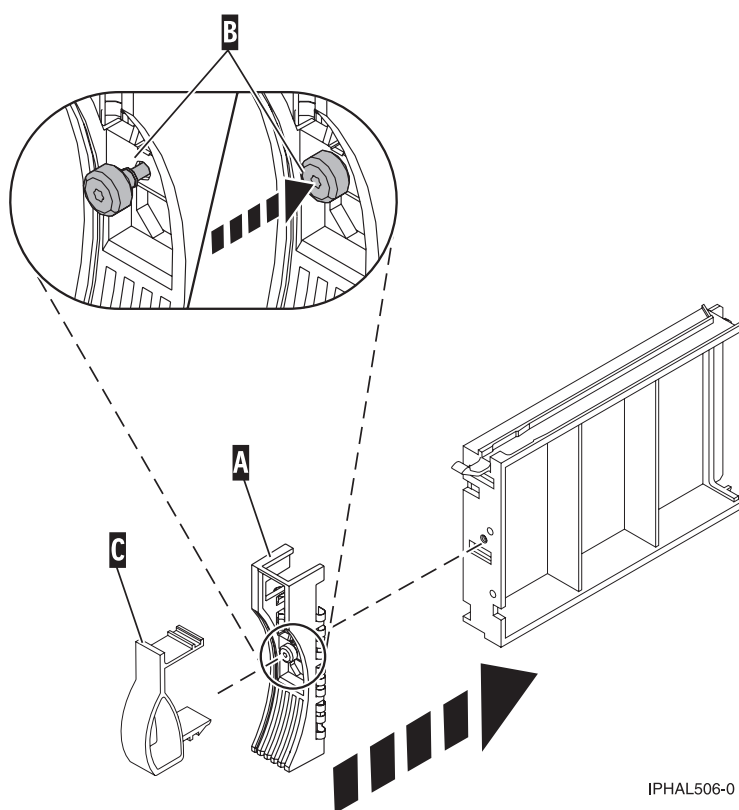

Figura 59. Fixació d'una tapa bisellada en un panell de reblliment d'unitat de disc
2. Feu pressió i colleu el cargol (B) per fixar la tapa bisellada a la unitat de disc o el panell de reblliment.
3. Instal·leu el pestell (C) de la tapa bisellada de la unitat de disc a la part frontal de la unitat de disc o del panell de reblliment, com es mostra a la Figura 59.